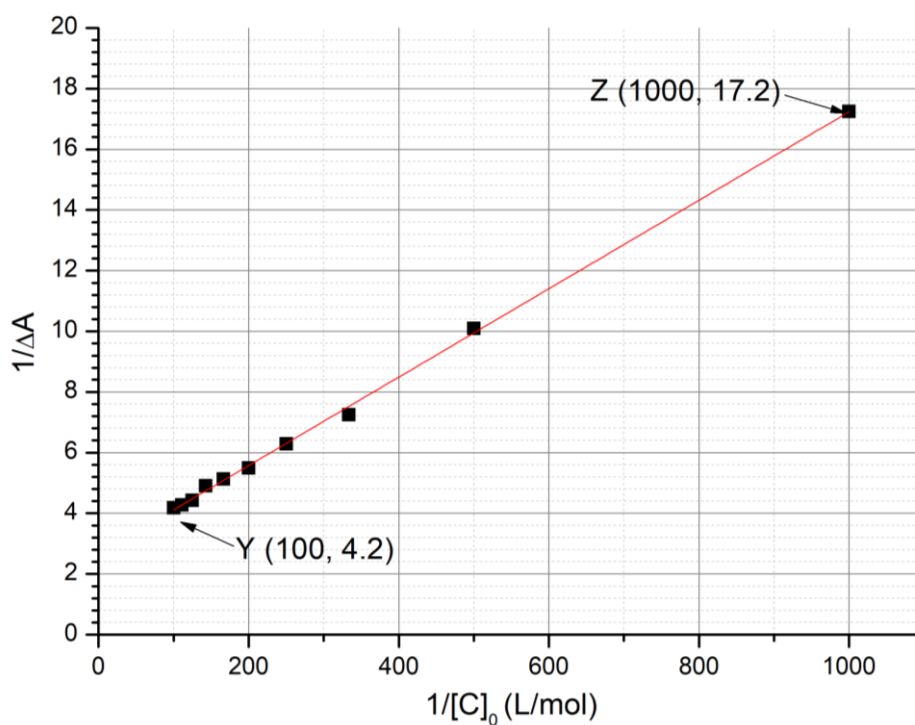

Fig. 3 – Evolución de  $1/\Delta A$  como función de  $1/[C]_0$ .
6. **Determine**  $K_t$  usando la siguiente curva experimental (Fig. 3).